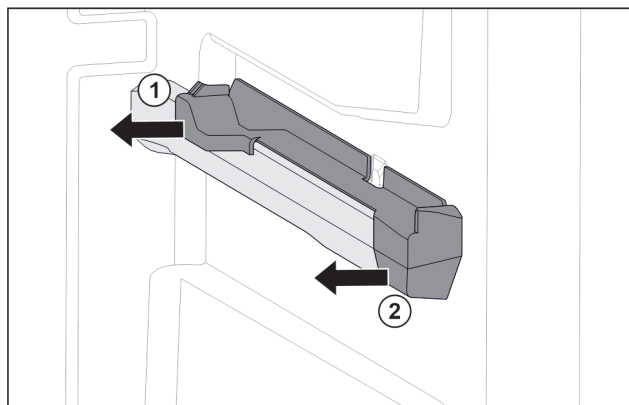

Fig. 75 Násuvný diel na pravom rebro nádoby
- Stiahnite násuvný diel vzadu do strany. Fig. 75 (1)
- Stiahnite násuvný diel vpredu do strany. Fig. 75 (2)